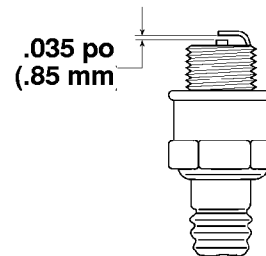

Figure 24
3. Régler l'écartement des électrodes à 0,85 mm (0,035 po.) (Fig. 24).